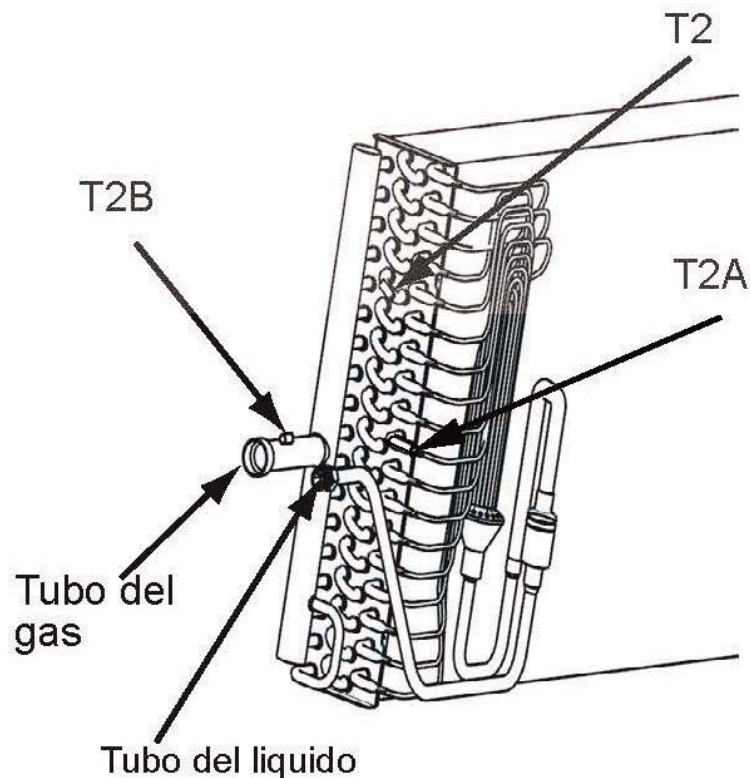

fig. 14
Posizione di montaggio dei sensori di temperatura del tubo T2A, T2 e T2B (Fig 14).
- 0' Display as the table 2, when there are different ENC1, the address setting will be different (Fig.14).